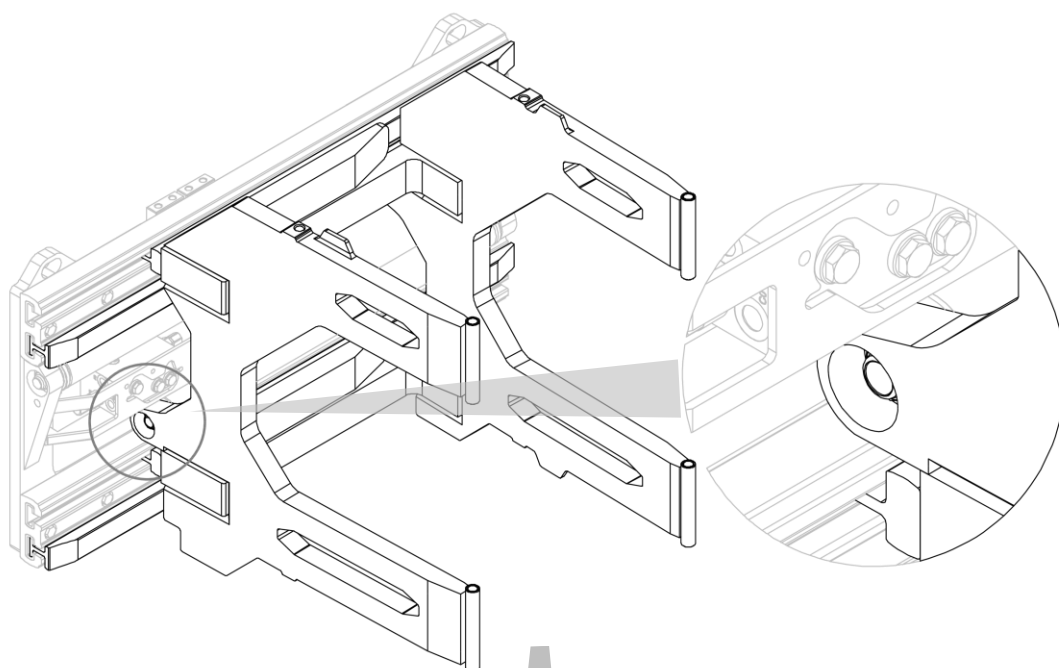
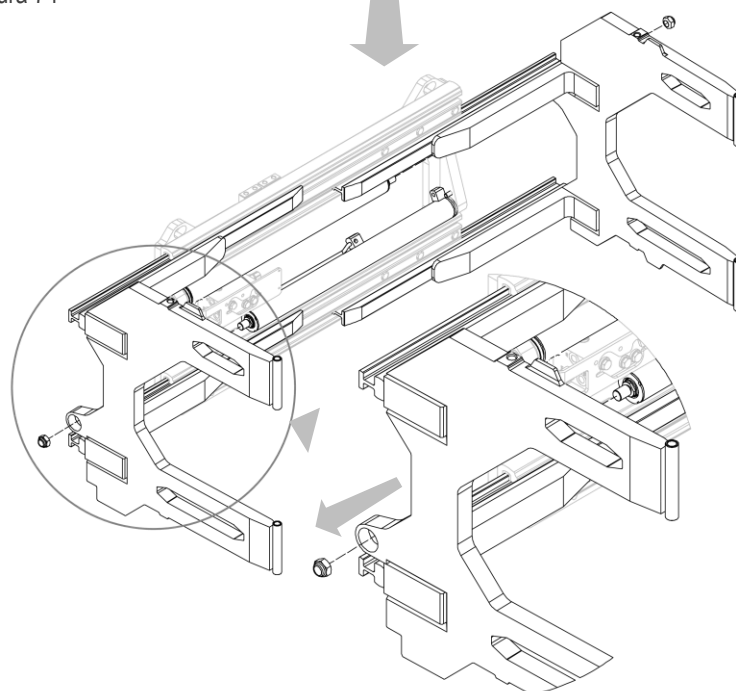

Figura 74
Figura 75
3. Rimuovere, una per volta, le forcelle dalle relative sedi, dopo aver rimosso i dadi che le vincolano ai cilindri (vedi *Figura 74* e *Figura 75*).